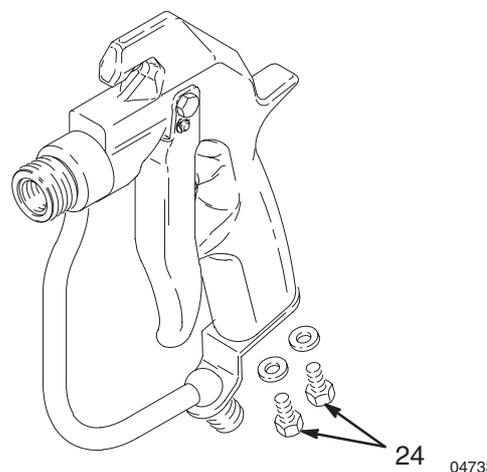

Fig. 19 04733
7. Monter les vis (24). Voir Fig. 19.